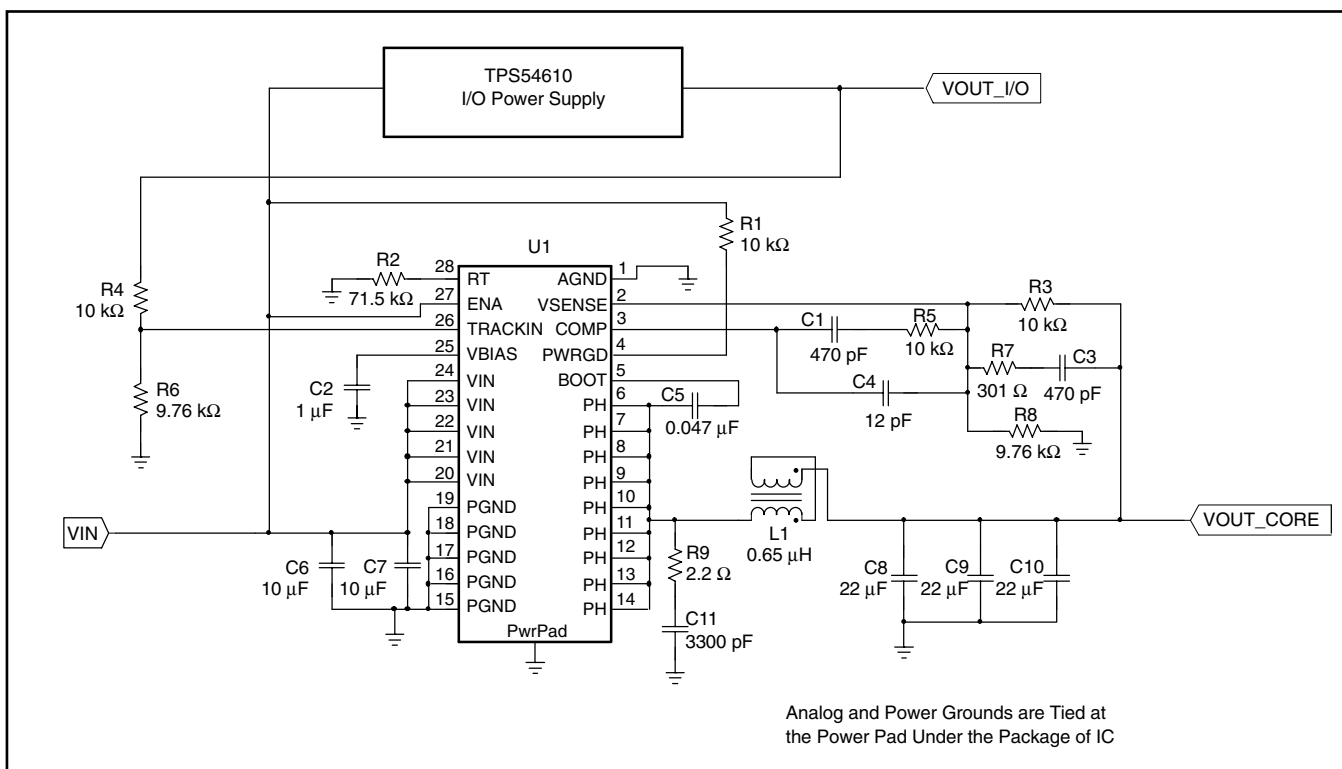

図9. アプリケーション回路
(1) 設計において規定されています。
(2) 抵抗性静負荷のみの場合です。
(3) 図9の回路での規定です。
図9にTPS54680の代表的なアプリケーション回路図を示します。TPS54680 (U1) は標準出力電圧1.8V時6A以上の出力電流を供給することができます。適切な熱特性を実現するには、ICパッケージの底面にむき出しの熱対策用のPowerPADをプリント基板にはんだ付けしなければなりません。電源立ち上がりのトラッキングを行うには、I/O電源のイネーブルを使用してください。I/Oイネーブルを電源の立ち上がりに使用しない場合は、確実に電源立ち上がりのトラッキングを行うために同程度の低電圧ロックアウトのスレッシュホールド電圧をもつデバイスを使用することが必要となります。一方、確実に電源立ち下りのトラッキングを行うには、イネーブル端子を使用しなければなりません。